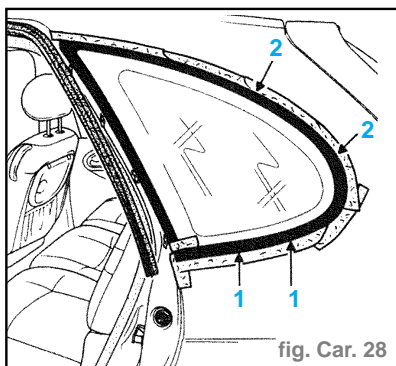

fig. Car. 28
- Juste après dépose du mastic P.U. sur la vitre, présenter celle-ci au niveau de son logement et la mettre en place en amenant en butée l'enjoliveur extérieur en (1) et (2). (fig. Car. 28)